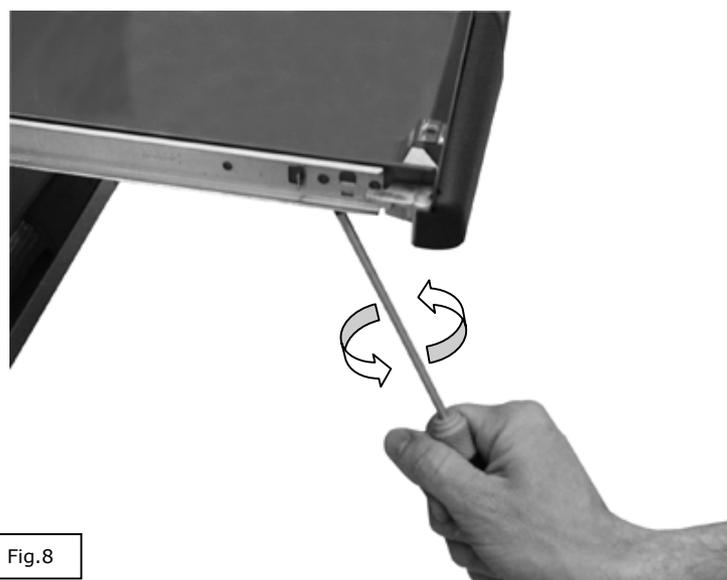

Fig.8
- Inserire un giravite tra la lamiera del cassetto e la guida (**fig.8**)
- Fare leva ruotando il giravite, sganciare l'incastro **C** e liberare l'aletta **A** (**fig.8/9**)
- Insert a screwdriver between the drawer and the runner (**fig.8**).
- Use the screwdriver as a lever to release the pin **C** and free the wing **A** (**fig.8/9**).